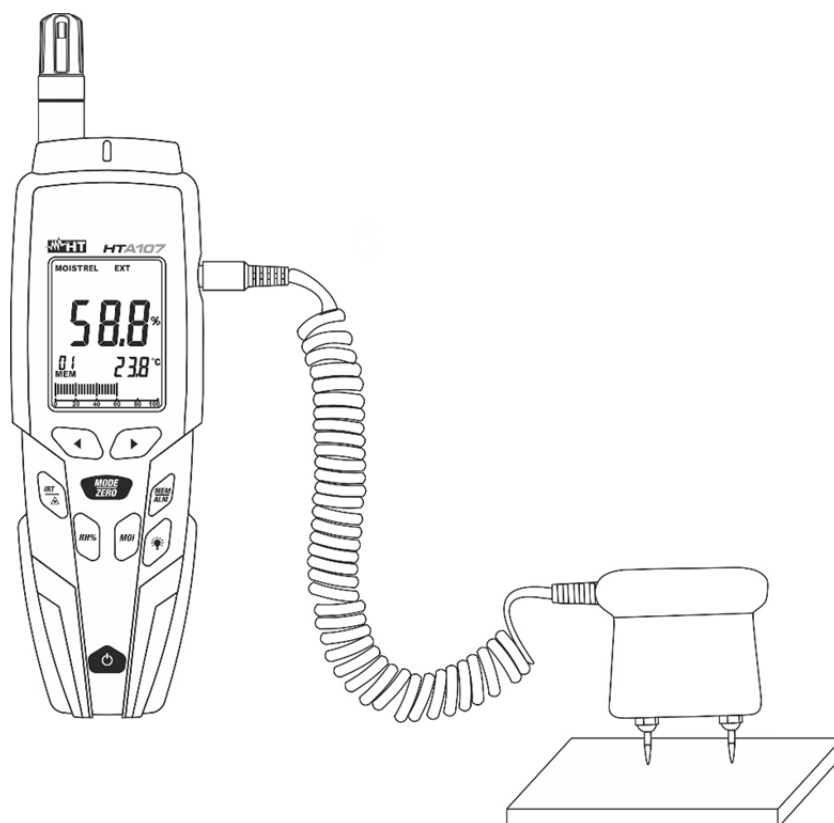

Fig. 9: Utilisation de l'instrument pour mesure de l'humidité par contact avec sonde externe
5. Poser les broches de la sonde sur la surface du matériau à l'essai (voir Fig. 9). La valeur de l'humidité s'affiche sur l'écran principal. La valeur de la température de l'air est présente sur l'écran secondaire